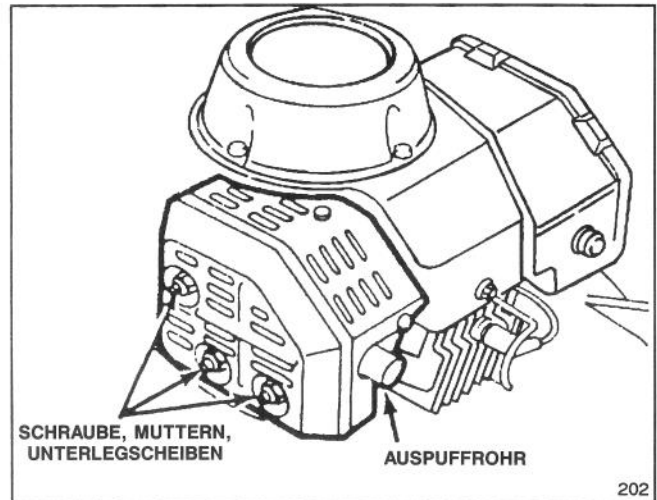

Abbildung 13
1. Mittels Hartholzschaaber Kohlenstoffrückstände rundum das Endrohr säubern (Abb. 13).
2. Schraube, zwei Muttern und Unterlegscheiben (Abb. 13) entfernen. Auspuff von der Befestigung lösen.